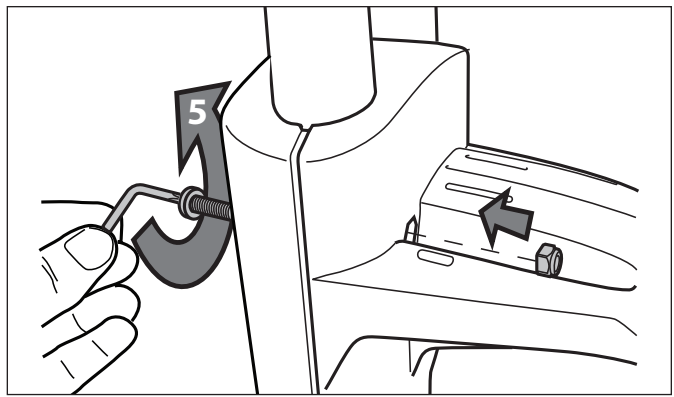

Figura 5. Asegure la placa de los soportes del cable
3. Sujete la placa del soporte de cable de energía con dos (2) pernos y dos (2) tuercas y apriételos con una llave Torx®. Vea la Figura 5.